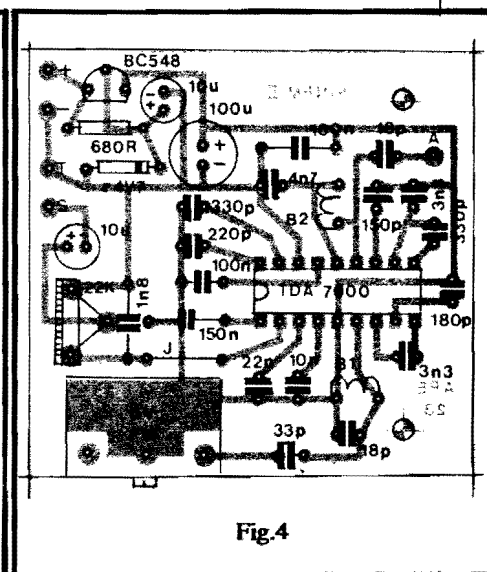

Fig.4
- FIG. 4 - "Chapeado" da montagem (diagrama dos componentes já posicionados no lado **não cobreado** da placa). Atenção especial deve ser dedicada aos **componentes polarizados** (que exigem serem ligados numa posição única e certa - se forem "invertidos", o
circuito não funcionará, e o próprio componente poderá sofrer dano...), quais sejam o Integrado, o transistor, o diodo zener e os capacitores eletrolíticos. Quanto aos demais componentes, o importante é respeitar os **valores**, em relação às **posições** que ocupam na placa. Quem ainda tiver dúvidas a respeito, deve consultar o TABELÃO APE (outro encarte permanente, junto às INSTRUÇÕES GERAIS, lá no começo da Revista...). Observar também o posicionamento das duas bobinas, cujas espiras devem ficar em situação perpendicular (uma em relação à outra bobina), evitando interações não desejáveis... Cuidado também para não "trocar" as posições das bobinas B1 e B2 (o circuito não funcionará, se isso ocorrer). Notar ainda que o **trim-pot** e o capacitor variável são montados "em pé" sobre a placa, devendo ambos (para um confortável acionamento) ter suas bases bem **rentes** à superfície do fenolite, para que fiquem bem "firmes". **NÃO ESQUECER** o único "jumper" (pedaço de fio simples, interligando duas pilhas), codificando na fig. 4 como "J" (logo acima da posição ocupada pelo capacitor variável). O corte das "sobras" de terminais e pontas de fio, pelo lado cobreado da placa, apenas deve ser feito **após** uma rigorosa conferência quanto às posições, valores, qualidade dos pontos de solda, etc.